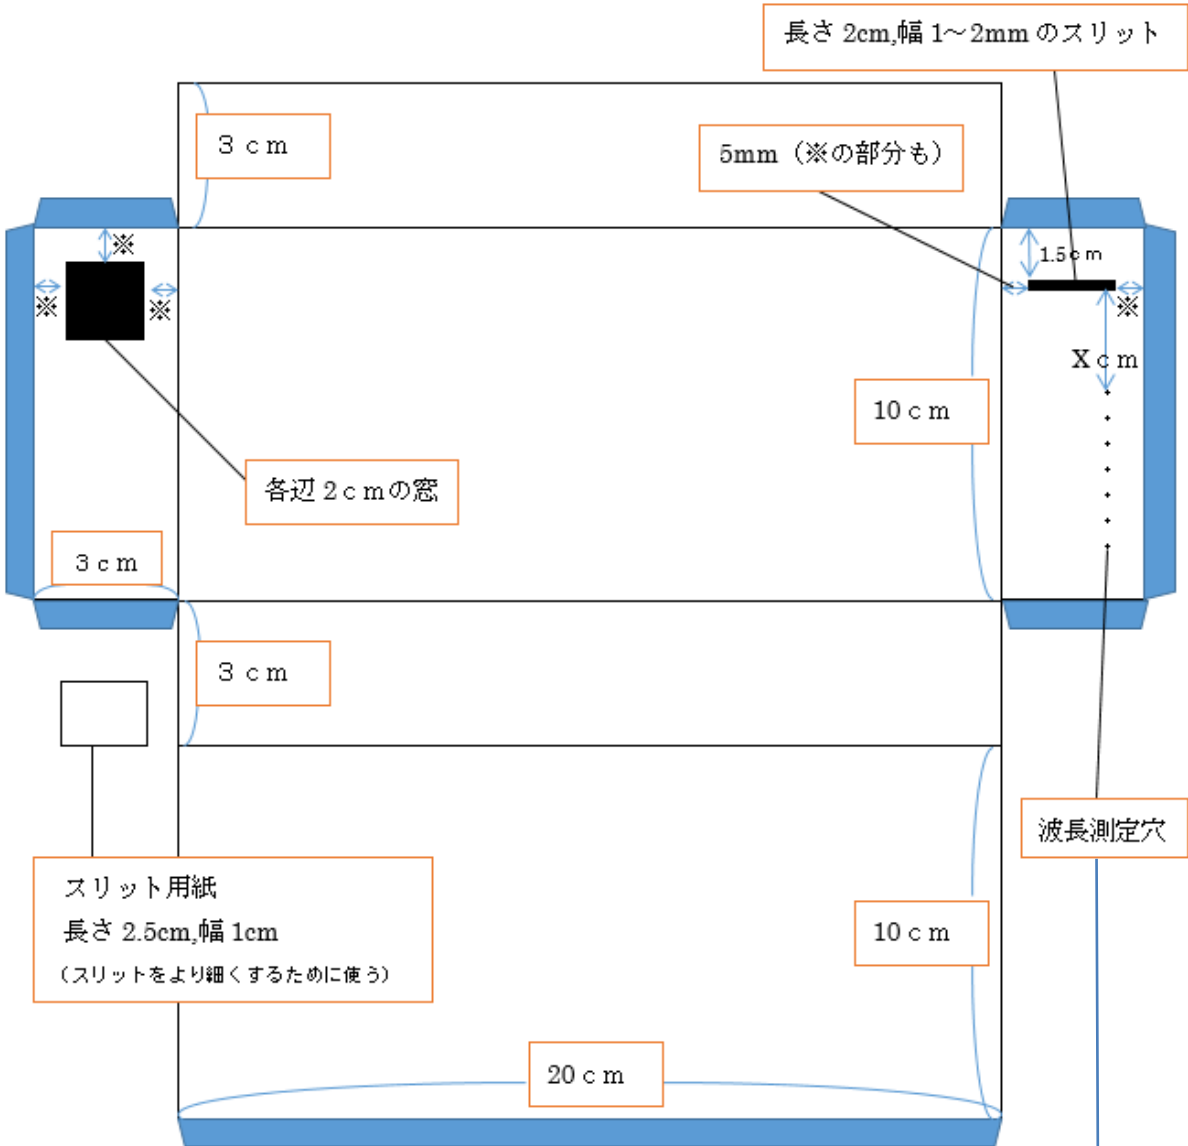

図 1 : 分光器の展開図
- ① 工作用紙に分光器の図面を書き写す。（図 1：分光器の展開図参照）
- ② 工作用紙に図面を引き終わったら、折り曲げる線をボールペンやカッターなどで薄くなぞり、後で折り曲げやすいように筋を付ける。あまり、強く傷を付けると紙が切れてしまうので、注意すること。図面を切り取る。
- ③ グレーティングシートを貼るところとスリットに穴を開ける。スリットは、きれいな直線になるよう、注意する。